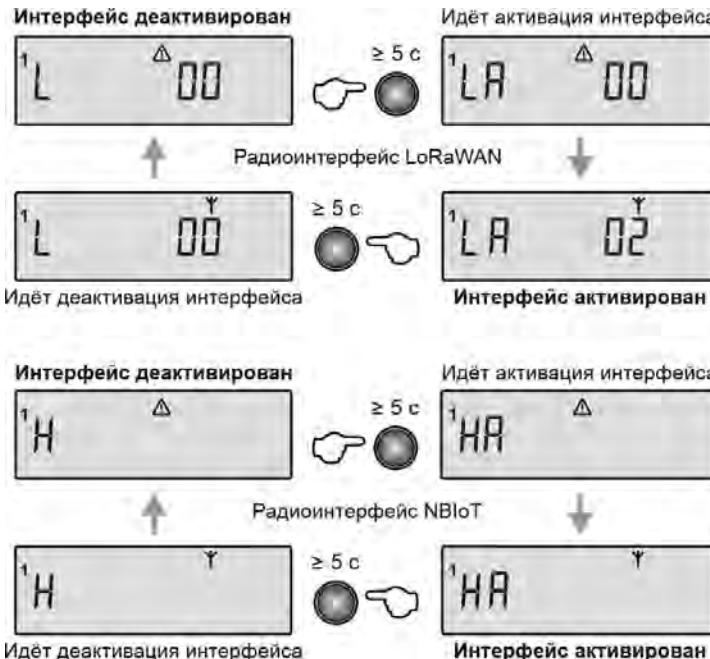

Рисунок 10 – Активация/деактивация радиоинтерфейса
- войти в основное меню расходомера (рисунок 8) и активировать радиоинтерфейс (смотрите, рисунок 10). Активация интерфейса происходит практически мгновенно, прибор регистрируется в сети за 1 минуту, при этом интерфейс регистрируется в сети, передаёт текущие данные расходомера на сервер и переходит в спящий режим до следующего сеанса связи;